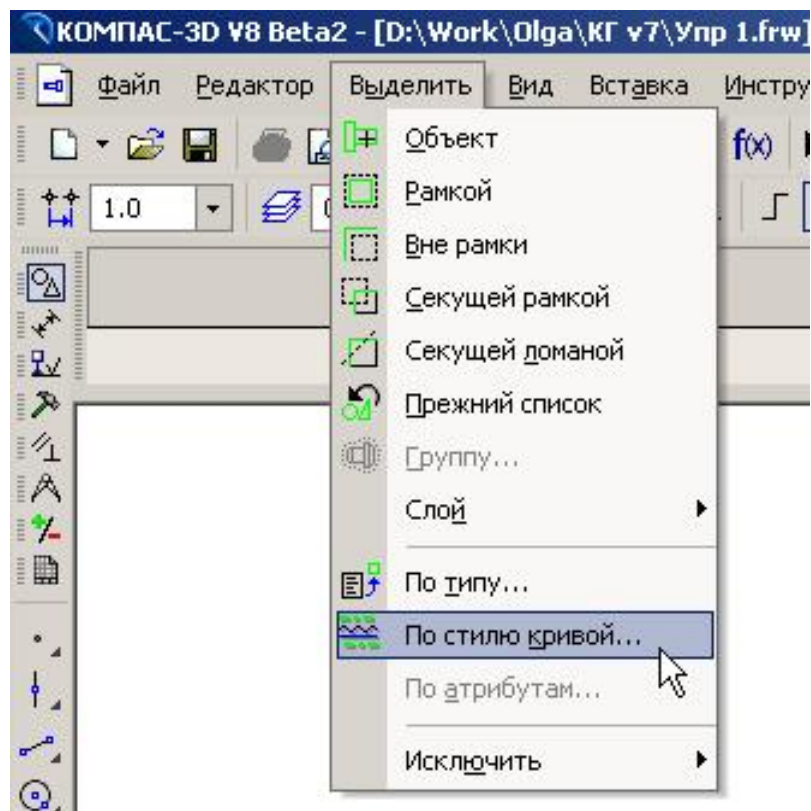
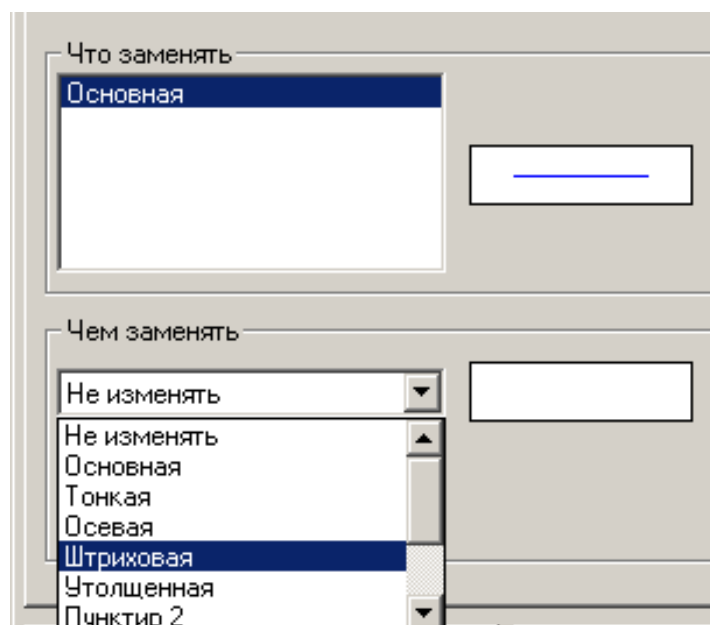

Рис. 12
Рис. 13
- Выберите команду **Сервис - Изменить стиль** (можно использовать контекстное меню) и укажите стиль «Штриховая», рис. 13).
- Активизируйте команду **Выделить - По стилю кривой**, рис. 12, - выберите стиль «Штриховая», рис. 13